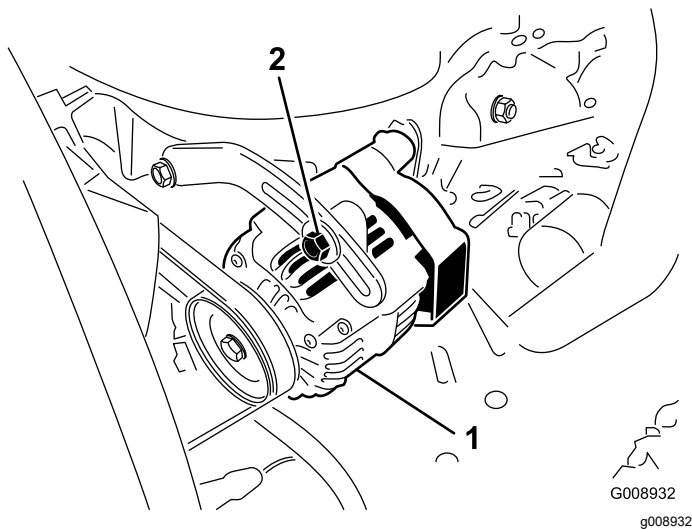

図 102
オアウターネータのベルト 図 102 は100運転時間ごとに点検します。
3. たわみが 10 mm でない場合には、オルタネータ取り付けボルトをゆるめる 図 102。